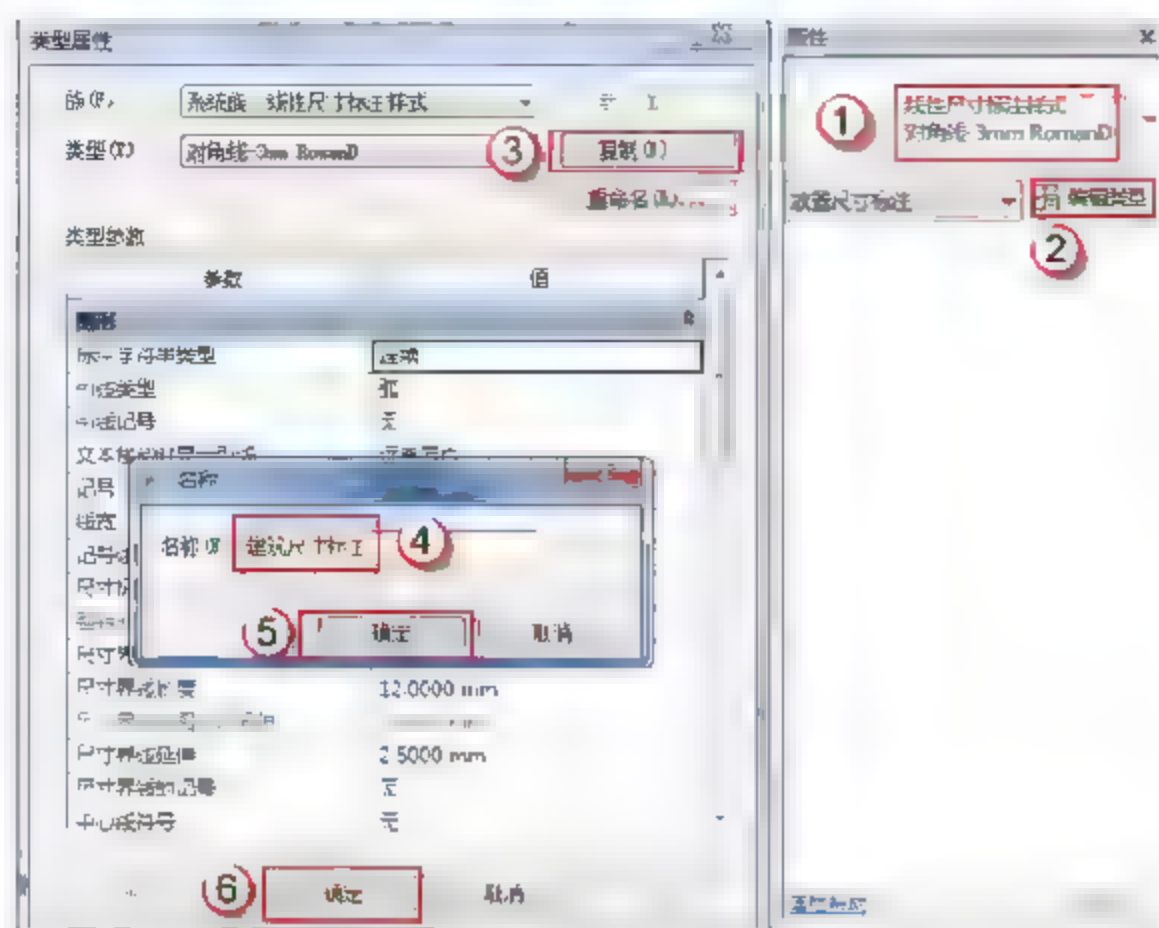
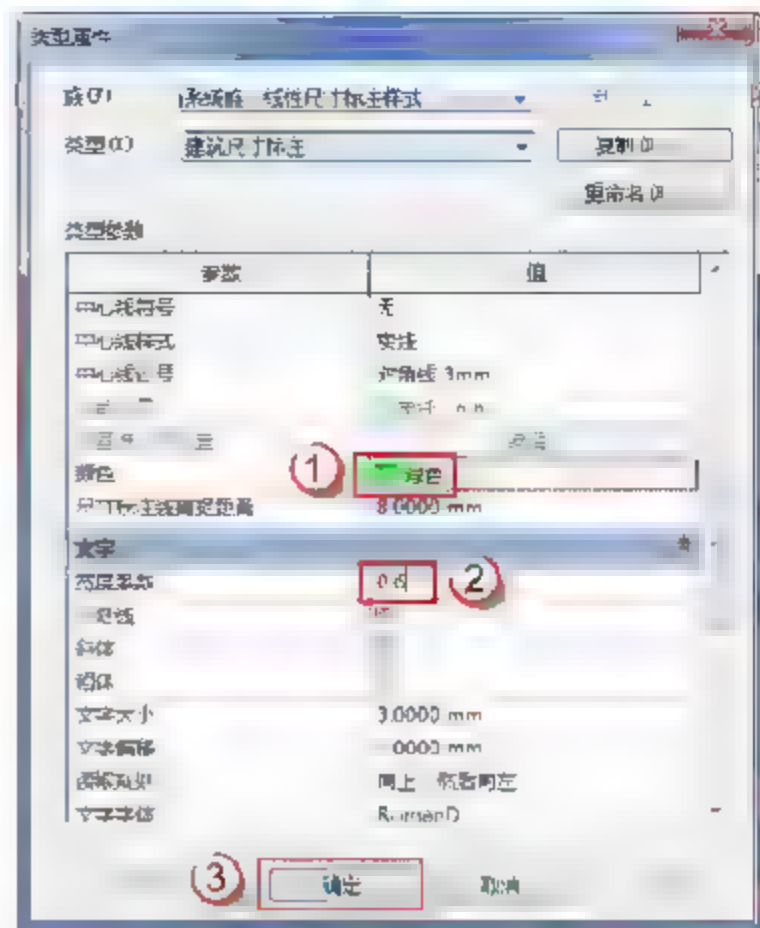

图 13.1.2 新建标注样式 1
图 13.1.3 设置标注样式
(2) 设置标注样式。按快捷键 **D+I**，在“属性”面板中可观看到标注类型，单击“编辑类型”按钮，在弹出的“类型属性”对话框中单击“复制”按钮，在弹出的对话框中设置好新的标注样式名称，并单击“确定”按钮，如图 13.1.2 所示。然后在“类型属性”对话框中的“颜色”栏选择“绿色”，“宽度系数”设置为“0.6”个单位，如图 13.1.3 所示。